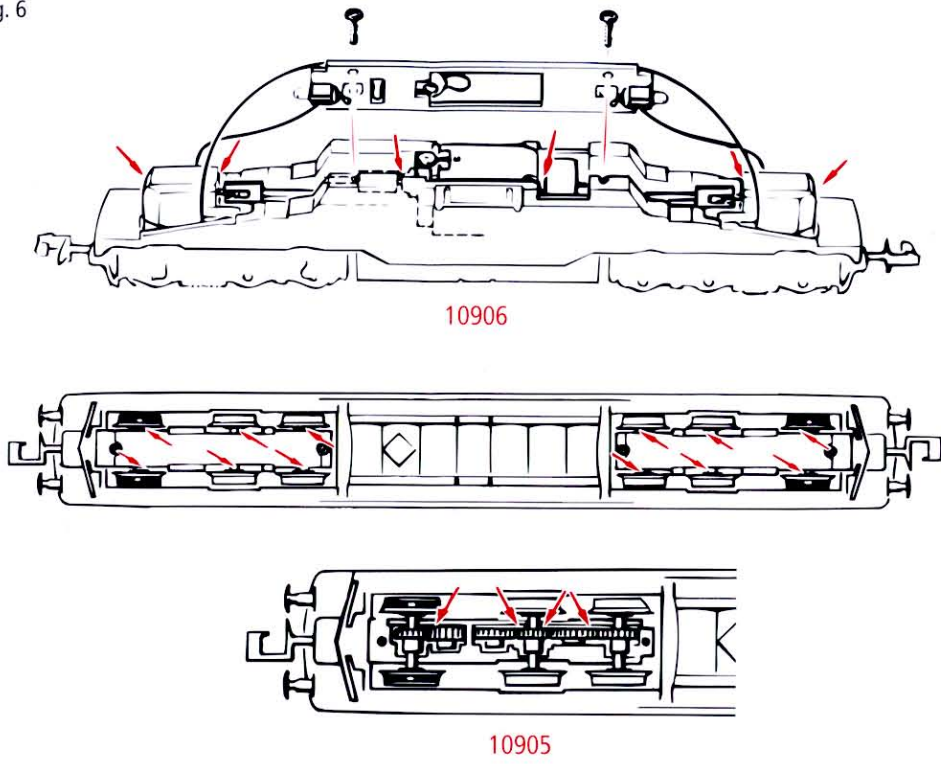

Fig. 7
4. Échange des bandages d'adhérence: Démontez d'abord le **covercle du carter** des engrenages (fig. 3). Délogez ensuite les essieux bandagés et enlevez, à l'aide d'une aiguille ou d'un tourne-vis fin, les bandages d'adhérence (fig. 7). Lors du montage des nouveaux bandages veuillez veiller à ce que les bandages **ne soient pas tordues**.
2. Lubrication: Apply **tiny oil drops** to spots marked in fig. 7. Prior to lubrication dismantle locomotive (fig. 2). We recommend using item no. **10906, Roco oiler**. For lubrication the gear-parts (e.g. cog-wheels, worm) we would recommend our Roco **special grease** (item No. **10905**). Attention: Please do not oil these parts when using our grease.
4. Change of traction tyre: Remove **gear cover** (fig. 3). Take out **wheel set** and remove **traction tyre** using a pin or a fine screwdriver (fig. 7). When pressing on the new traction tyre please **avoid twisting** it.
4. Haftreifenwechsel: Zuerst den Getriebedeckel abnehmen (Fig. 3). Danach den **Radsatz** herausnehmen und den **Haftreifen** mit einer Nadel oder mit einem feinen Schraubenzieher abziehen (Fig. 7). Beim Aufziehen des neuen Haftreifens bitte darauf achten, dass dieser sich **nicht verdreht**.